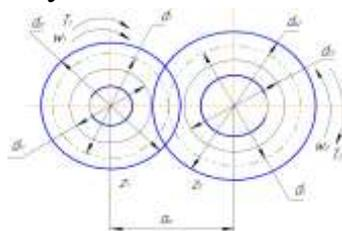

Рисунок 1.
1. Прямозубая цилиндрическая передача (рисунок 1) имеет следующие параметры: число зубьев шестерни и колеса $z_1 = 34$, $z_2 = 136$, диаметр вершин шестерни $d_{a1} = 140$ мм. Найти модуль m и межосевое расстояние a_w .